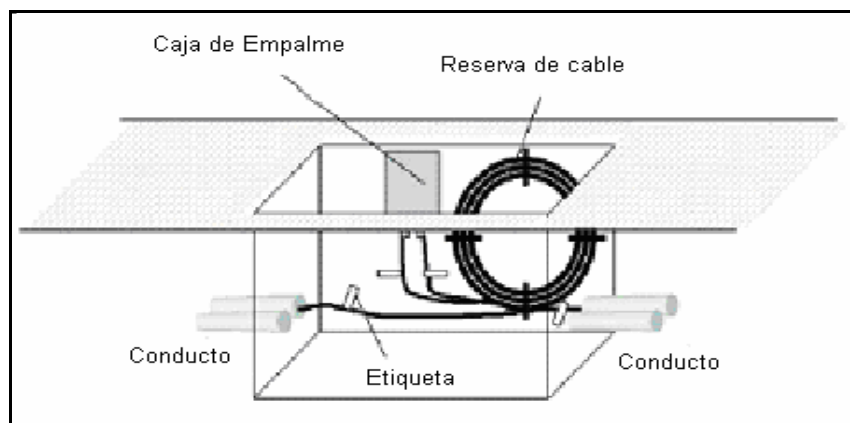

Figura 4.22 Identificación de empalmes
- ✓ Identificación de cámaras, empalmes con etiquetas de identificación de cable óptico esto se puede observar en la figura 4.22